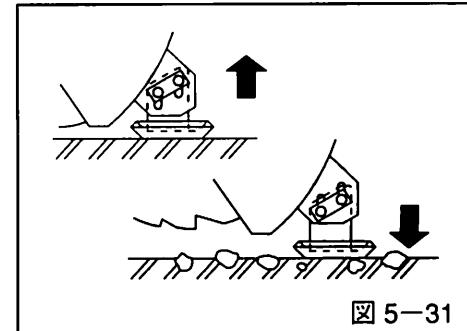

図 5-31
- 整地された路面、アスファルト路面を除雪する場合にはソリの取付ナットを緩めてソリを上に上げれば、路面レスレまで除雪ができます。(図5-31参照)